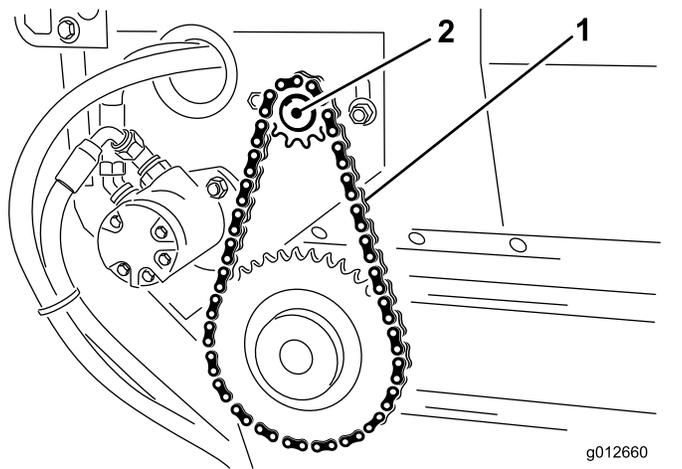

图 15
2. 拧松将马达和链轮总成固定到主机架的螺栓和螺母图 15。